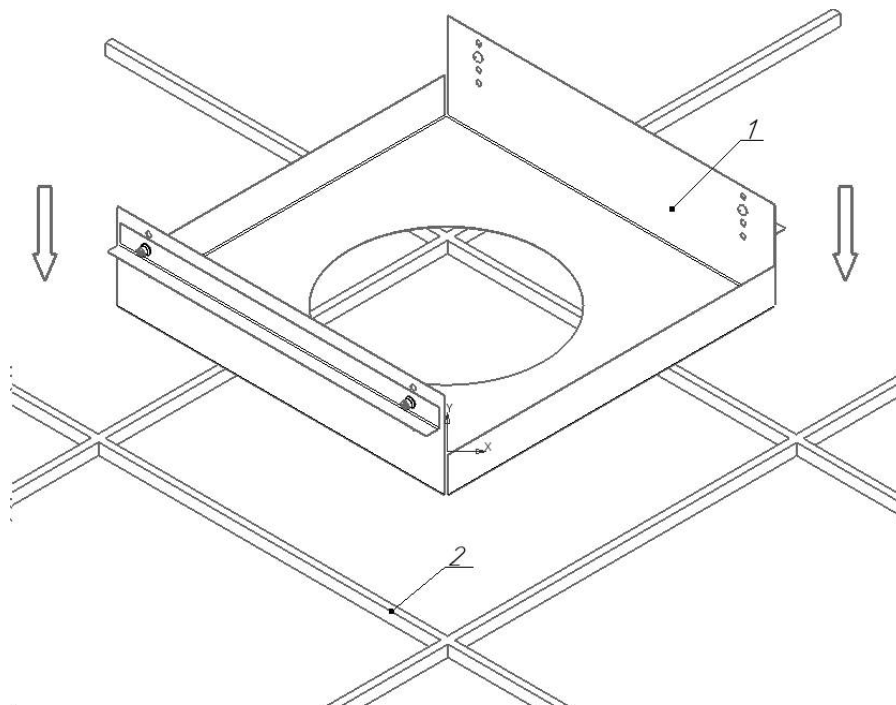

Рисунок 5 - Схема установки светильника в потолок Грильято
5.3.2 Установите крепление DL/GR в потолок Грильято (см. рисунок 5).